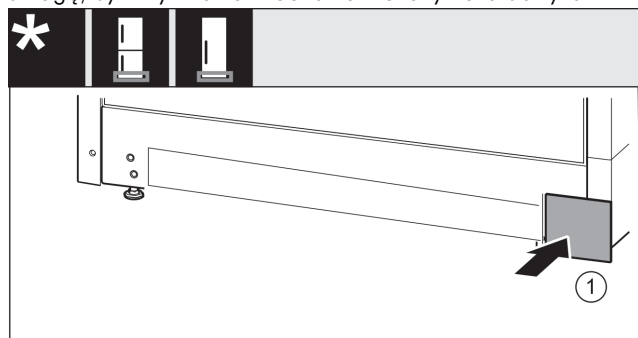

Fig. 19
- ▶ Założyć ponownie osłonę Fig. 19 (1) z drugiej strony.